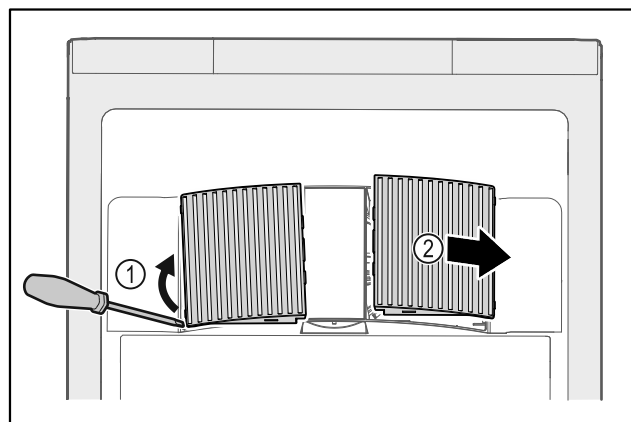

Fig. 171
- Lirk forsigtigt ventilatorafdækningerne ud fra siden Fig. 171 (1), og tag dem af forfra Fig. 171 (2).